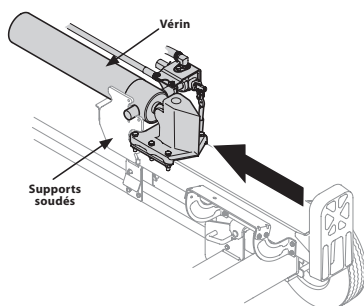

Figure 7
16. Soulevez le vérin et faites-le glisser jusqu'à l'extrémité de la poutre pour le placer sur les supports soudés. Voir Figure 7.